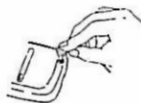

Fig. 22
- Connecter le cordon synchro à la borne synchro du L-308BII (Fig. 22).